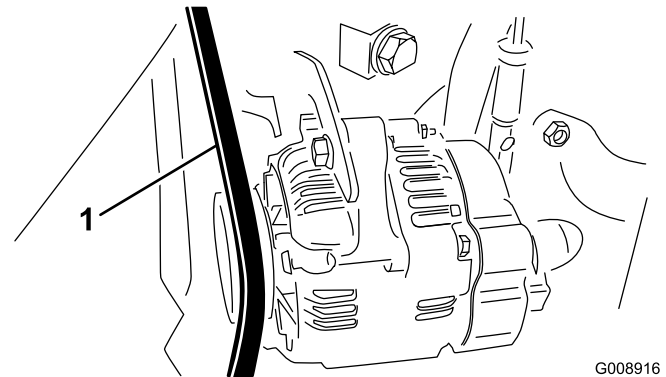

図 69
2. ベルトのスパンの中央 (オルタネータとクランクシャフト・プーリの間) を30Nm (10 kg) の力で押して点検する (図 69)。